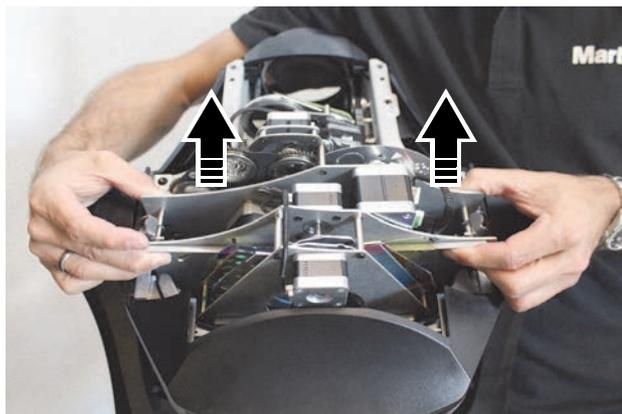

Figure 11: Dépose du multi-module
3. Voir Figure 11. Dégagez le multi-module hors de la tête et placez-le sur une surface de travail propre.